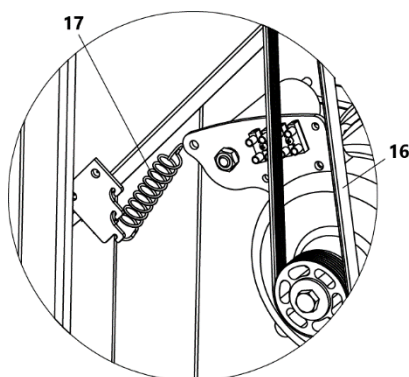

Рисунок 4 Установка пружины
- установите пружину 17 и произведите натяжку ремня 16 (рис. 4);
- ослабьте натяжение ремня 16, отжав двигатель вверх, либо сняв пружину 17 (рис. 4);